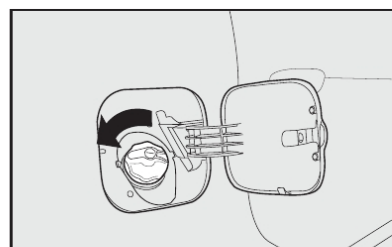

fig. 118
- Gire a tampa no sentido anti-horário **fig. 118** até o seu completo desalojamento;